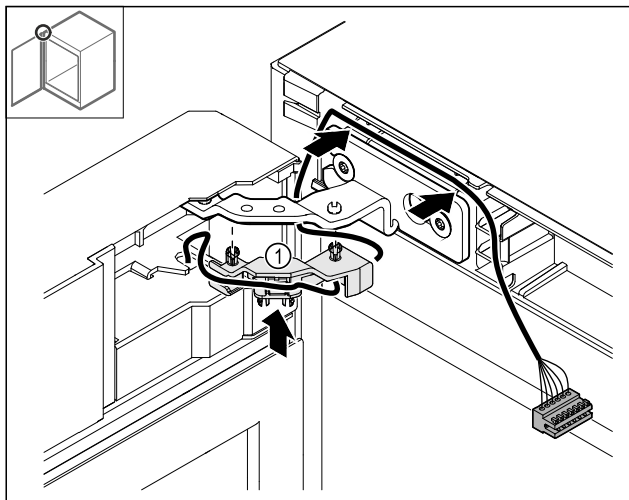

Fig. 48
- ▶ Kabelhouder Fig. 48 (1) in het scharnier drukken.